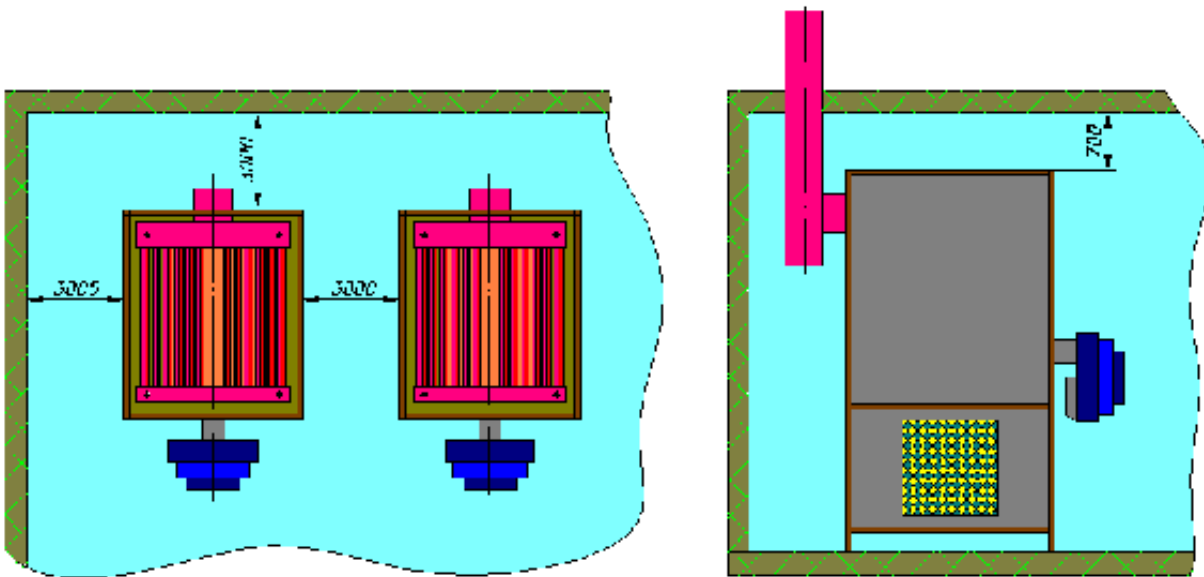

Рисунок 3. Схема расположения воздухонагревателей
5.3. После установки воздухонагревателя на рабочее место необходимо открутить болты крепления кронштейнов верхней части теплообменника к каркасу (см. рисунок 3). Эти винты крепить только при транспортировке воздухонагревателя. Г-образные кронштейны нужно оставить прикрепленными к теплообменнику на весь срок эксплуатации. Откручивать винты крепления кронштейнов к теплообменнику запрещается.